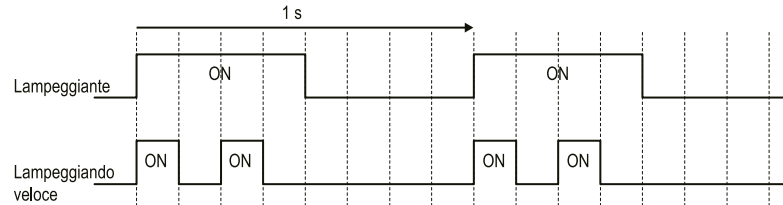

Figura 4.5 Stati di lampeggiamento LED
*1 Per la differenza tra "lampeggiamento" e "lampeggiamento veloce", fare riferimento a Figura 4.5.